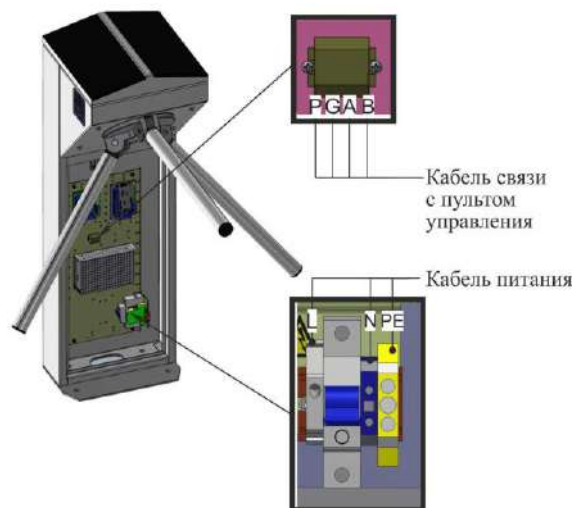

Рис. 19 – Подключение кабеля питания и кабеля связи с пультом управления
13) Подключение турникета(Рис.19):
б) Подключить к клеммам кабель связи с пультом управления (Рис.19):